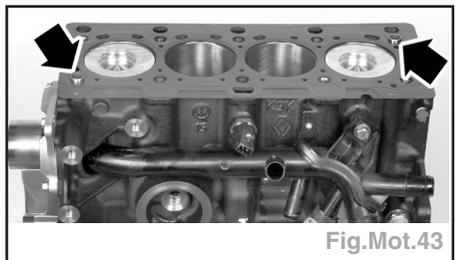

Fig.Mot.43
- S'assurer de la présence des douilles de centrage de la culasse sur le bloc-cylindres (Fig.Mot.43).